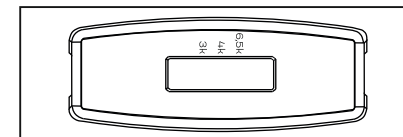

Рис. 2
- Для версии с переключаемой цветовой температурой при необходимости выберите требуемое значение температуры на переключателе (рис.2). Где «3K» – 3000K, «4K» – 4000K, «6,5K» – 6500K. **Внимание!** По умолчанию установлено значение «4K».